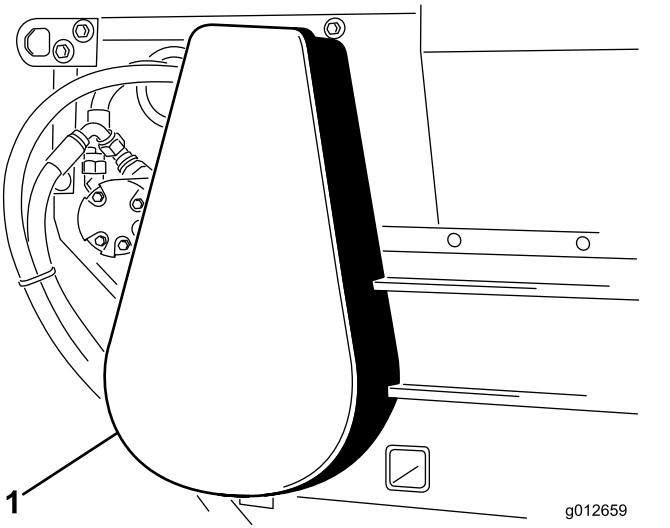

Figura 39
3. Montate la copertura della catena (Figura 39).